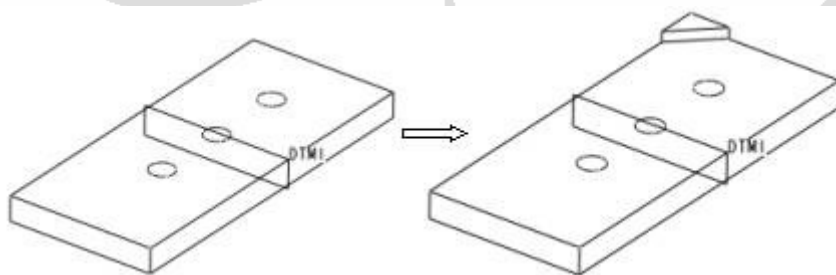
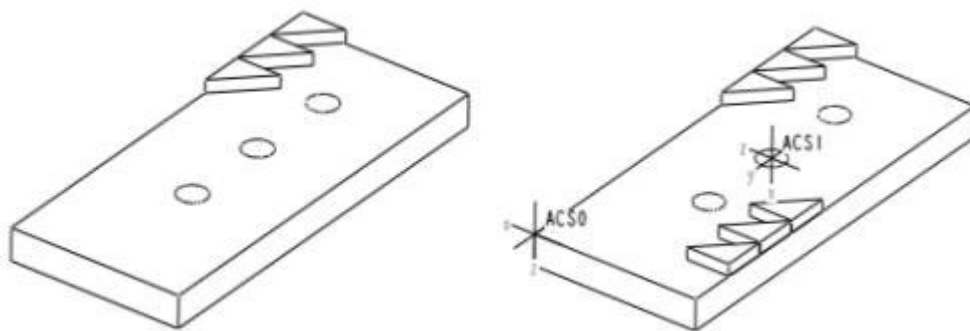

图 15-20 练习 15-10 使用的模型
图 15-21 练习 15-10 完成的模型
【练习 15-10】：图 15-21 为装配件 15-10.asm 的装配图。该装配图由两种零件组成：plan.prt、tri.prt，如图 15-20 所示。从附盘 “\ch15\15-10” 目录中读取这两个文件，使用复制方法建立如图 15-21 所示的装配图。
1. 把 tri.prt 装配在 plan.prt 上, 如图 15-20 所示。